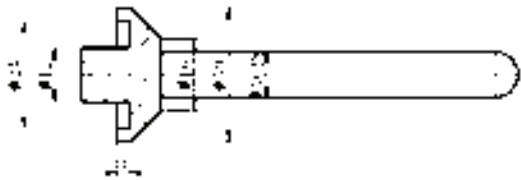

图 6-46 标注线性尺寸
3) 标注线性尺寸。单击“标注”工具栏中的“线性”按钮, 标注线性尺寸, 结果如图 6-46 所示。